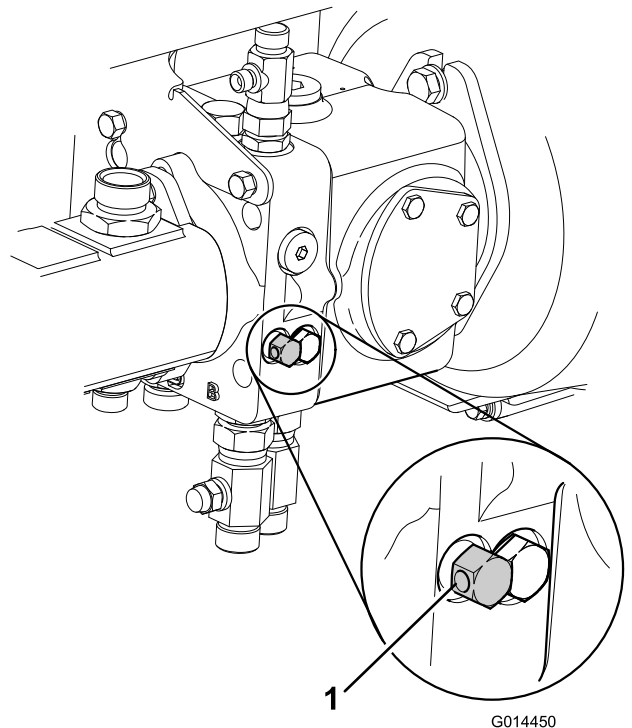

Figure 46
7. Libérez le système de freinage hydraulique en tournant la vanne de dérivation, située sous la pompe de transmission, dans le sens antihoraire, de 3 tours au maximum (Figure 46).